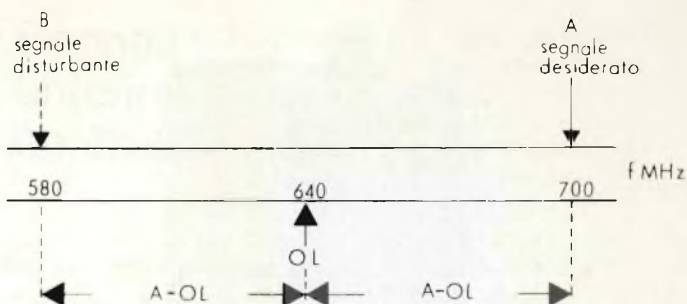

Fig. 10.3 - Conversione immagine. Uscita convertitore = A - OL nel caso 60 MHz.
Riferendoci alla Fig. 10.3 abbiamo un segnale in arrivo A che tramite l'oscillatore locale (OL) è convertito alla frequenza A - OL. Nell'esempio: A = 700 MHz; OL = 640. Il segnale convertito sarà quindi 60 MHz.